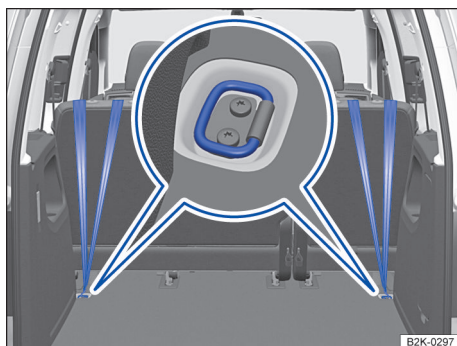

Fig. 45 Locurile exterioare din al doilea rând de scaune: chingi de fixare superioare agățate în compartimentul de marfă.
6. Ghidați centura superioară a scaunului pentru copii prin spatele scaunului și agățați-o în inelul de ancorare → fig. 45, → fig. 46 sau → fig. 47.